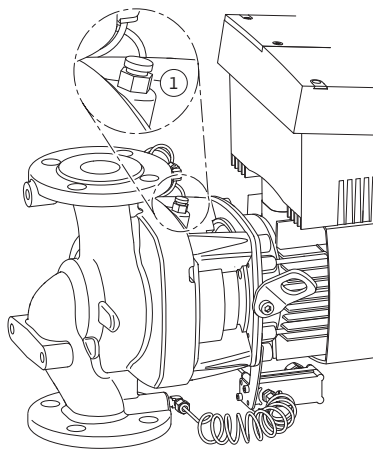

Fig. 45: Válvula de ventilación
6. Elimine la presión de la bomba abriendo la válvula de descarga de aire (Fig. 45, Pos. 1).